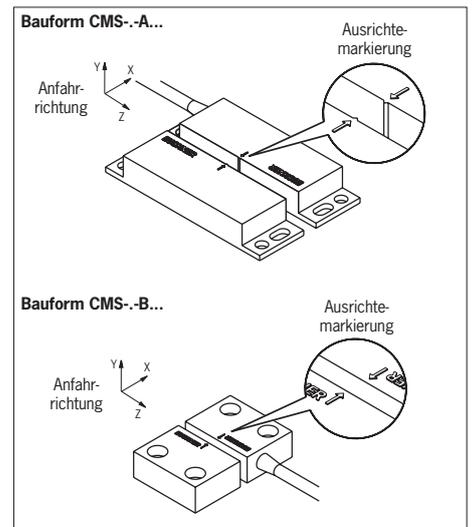

Bild 1: Ausrichtung Lesekopf und Betätiger
Die Einbaulage von Lesekopf und Betätiger ist beliebig. Ausrichtung von Lesekopf zu Betätiger beachten (siehe Bild 1).
- ▶ die aktiven Flächen von Lesekopf und Betätiger bei geschlossener Schutzeinrichtung deckungsgleich gegenüber liegen (siehe Bild 1)
- ▶ Bei geringer Anfahr- und Ausrichtungsrichtung zwischen Lesekopf und Betätiger sollte die Anfahr- und Ausrichtungsrichtung **Z** (siehe Bild 1) vermieden werden.